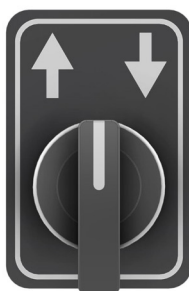

Fig. 0-13 Betjeningspanel for højderegulering
- 3) Kontroller apparatets højdereguleringsfunktion ved at dreje på grebet ( se Fig. 0-13 Betjeningspanel for højderegulering). Apparatet bevæger sig op, når grebet drejes imod urets retning, og ned når grebet drejes med urets retning. Apparatet skal stoppe i øverste og nederste stilling, samt når tasterne slippes.